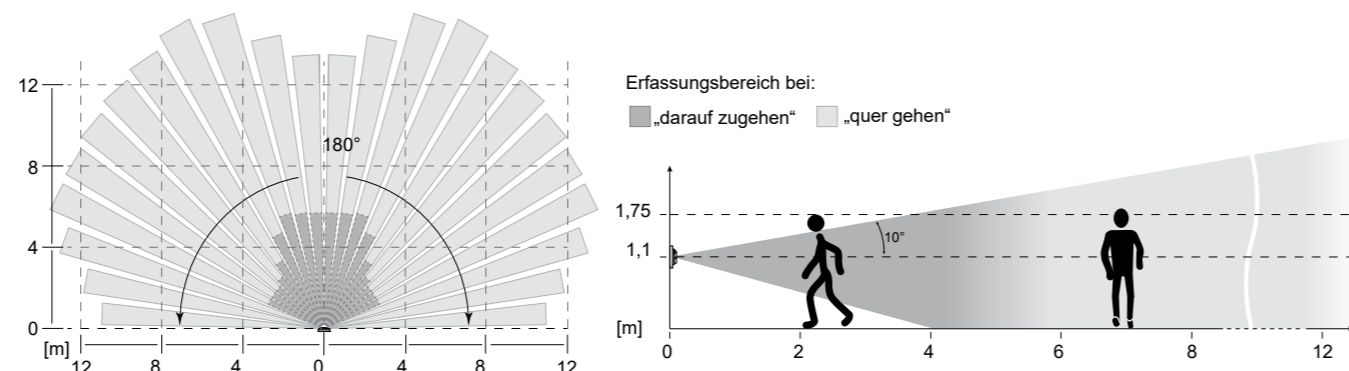

Bild 6: Erfassungsbereich des Bewegungsmelders Montagehöhe 1,1 m
■ Störquellen im Erfassungsbereich (Bild 6 und 7) vermeiden. Störquellen, z. B. Heizkörper, Lüftungs-, Klimaanlage und abkühlende Leuchtmitel können zu ungewollten Schaltungen führen (Bild 4).